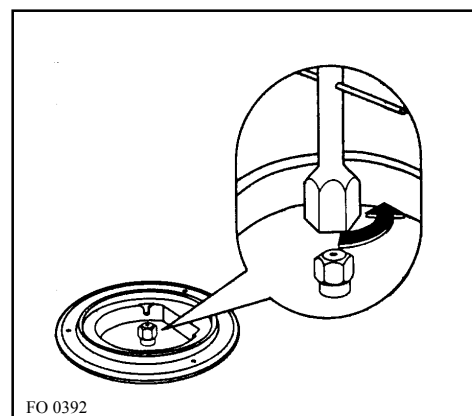

Fig. 5
- Enlevez les chapeaux et les couronnes des brûleurs. Avec une clé de 7 dévissez les injecteurs (Fig. 5), et remplacez-les par ceux convenant au type de gaz utilisé (voir **table 2**).